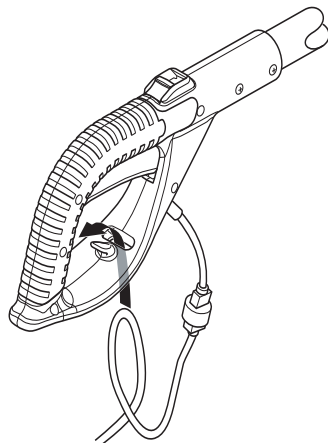

Figure 5 – Insertion de la boucle de la rallonge à travers la partie inférieure de la poignée
3. Faites une boucle dans la rallonge, puis insérez-la à travers la partie inférieure de la poignée. Faites ensuite passer la boucle dans le crochet moulé dans la poignée (consultez les Figures 5 et 6).